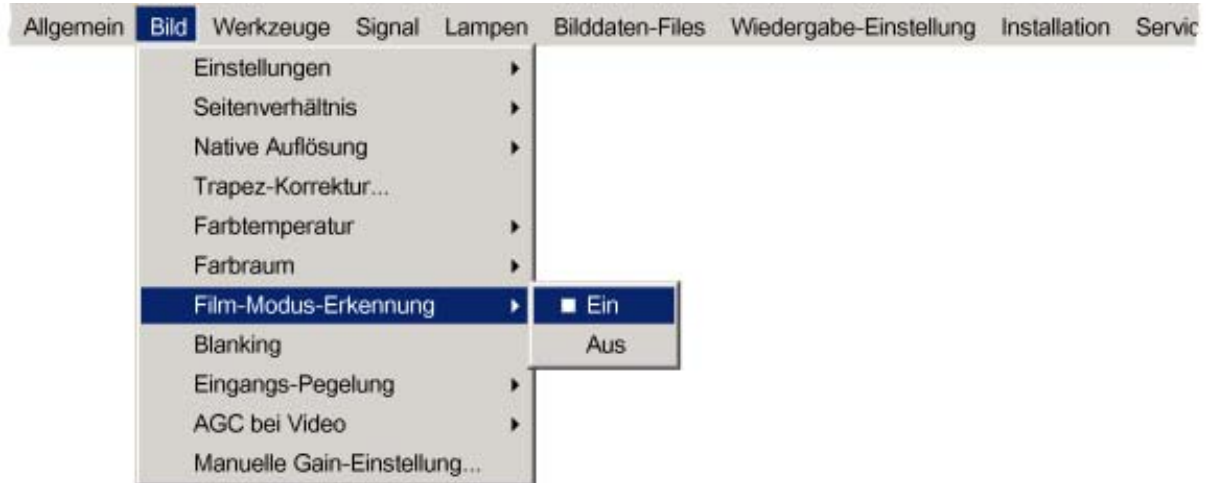

Abbildung 8-28
2. Drücken Sie die Taste → zur Auswahl des Menüs *Bild*. (Abbildung 8-28)